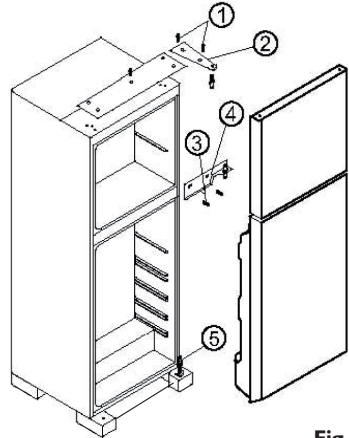

Fig. 1
- Verwijder de schroeven om het scharnier te verwijderen (**afb. 1, nr. 1 en 2**), verwijder de deur van het bovenste compartiment en zet deze op een veilige plaats.
- Draai de schroeven van het scharnier tussen de twee deuren los en verwijder de scharnier. (**afb. 1, nr. 3 en 4**)
- Til de onderste deur van de scharnierpen (**afb. 1, nr. 5**) en zet deze op een veilige plaats.